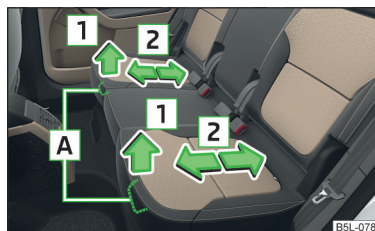

Fig. 67
- ▶ Trageți maneta **A** în sensul săgeții **1** și împingeți scaunul în direcția dorită, în sensul săgeții **2** » fig. 67.